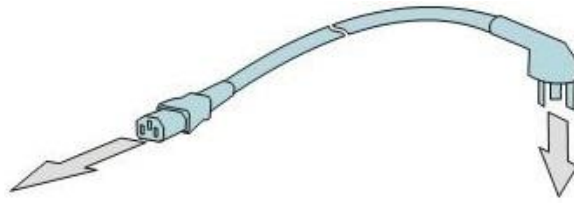

Figura 12 - Conecte ao cabo de alimentação AC
Passo 1: Conecte um lado do cabo de alimentação AC à interface de alimentação AC no painel traseiro do chassi do switch, conforme mostrado na Figura 12.